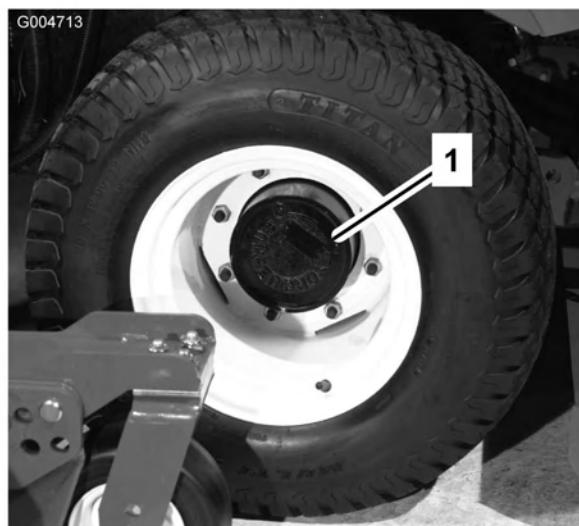

Figura 58
- Con la macchina parcheggiata su una superficie pianeggiante, posizionate la ruota in modo che il tappo di controllo/riempimento (Figura 58) si trovi nella posizione inferiore.